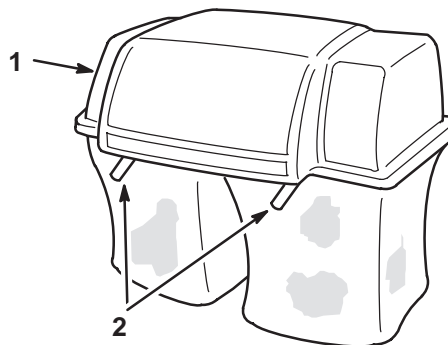

Figure 28
6. Abaissez le couvercle du dispositif de ramassage sur les bacs. Appuyez ensuite sur les poignées de retenue des deux bacs à herbe pour les bloquer sur le bâti (Fig. 28).